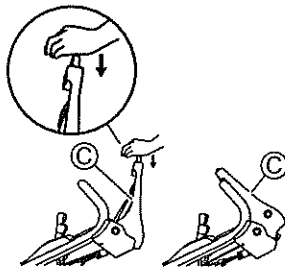

Fig. 16.
3 Poussez le Levier de la lame (C) vers l'avant tout en appuyant sur son bouton jaune. (Voir Fig. 16.) La lame commence alors à tourner.